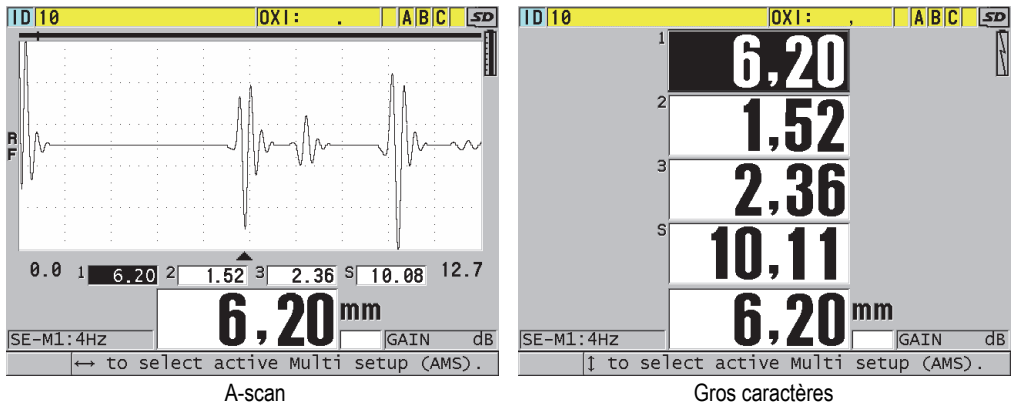

Figure 7-8 Modes d'affichage de mesures multiples avec trois couches et la somme
- d) Réglez le paramètre **MODE DAFFICHAGE** sur (Figure 7-8 à la page 125) :
- c) Réglez le paramètre **MODE D'AFFICHAGE** sur **A-SCAN** ou **GROS CARACTRE** (Figure 7-8 à la page 125).